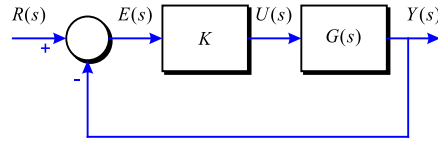

Figura 5-7
**Problema 131** A partir del model d'un sistema de control com el que ens ve descrit pel diagrama de blocs de la Figura 5-7, on: